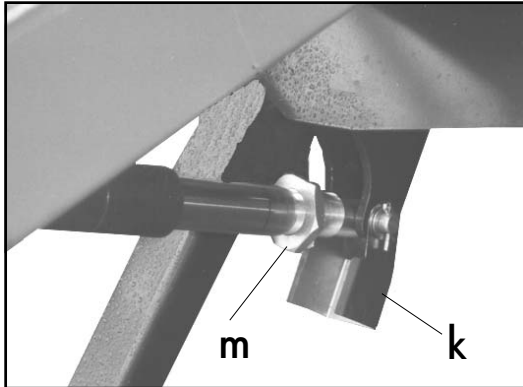

Bild 4-1
- Mutter „m“ (SW 65) in die gewünschte Position drehen (Bild 4-1)